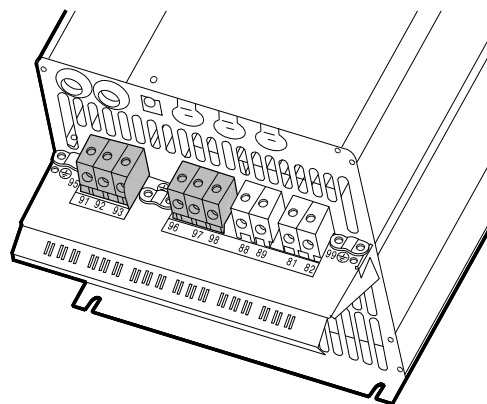

Fig. 19 Conexión de motor y red, C3
1. Conecte el conductor de tierra al terminal 95 (PE). Véanse las fig. 19 y 20.
1. Conecte el conductor de tierra al terminal 99 (PE). Véanse las fig. 19 y 20.
2. Conecte los conductores del motor a los terminales 96 (U), 97 (V), 98 (W).